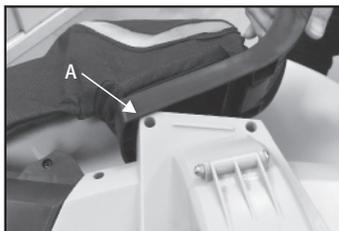

Fig. 3A
1. Schuif de rand (A) van het frame in de sleuf op de body van het apparaat. De rand zal op zijn plaats vastklikken als hij juist is aangebracht. (Fig 3A)